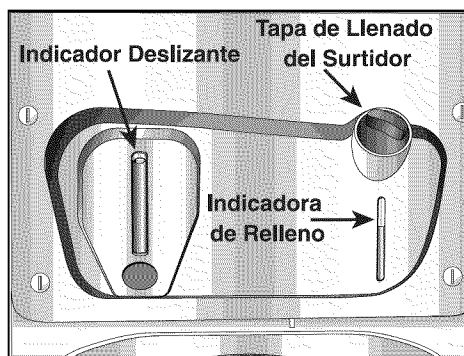

Figura 1
1. Desenrosque la tapa de llenado del surtidor (figura 1).
6. Mueva el indicador deslizante hasta arriba completamente (figura 1). A continuación, siga los pasos 7 y 8 para fijar la cantidad de detergente a usar en cada carga promedio.